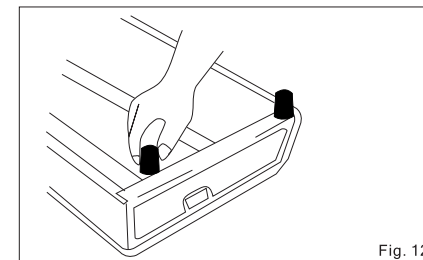

Fig. 12
- Fissare i piedini di gomma al fornello ribaltando il fornello capovolto e avvitarli nei fori sul fondo del fornello (Fig. 12)